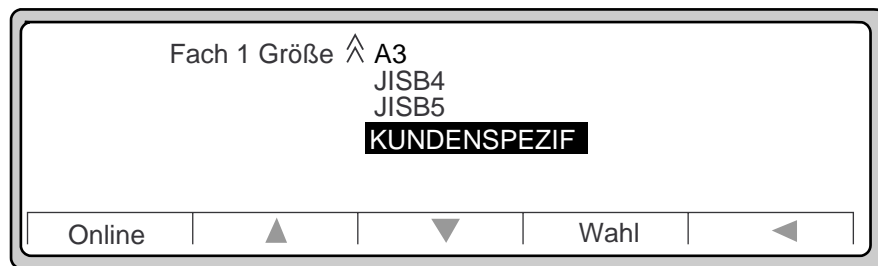

Abbildung 3-16 Papierformat (Fortsetzung der Auswahl)
5. Drücken Sie „Wahl“, um diese SPEZIAL-Papierformatauswahl zu definieren (Abbildung 3-16).